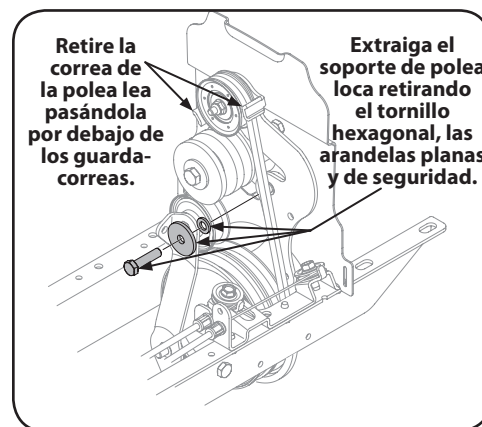

Figure 5-4
5. Extraiga la polea loca retirando el tornillo hexagonal de 5/16-24, la arandela plana y la arandela de seguridad, como se muestra en la Figure 5-4.